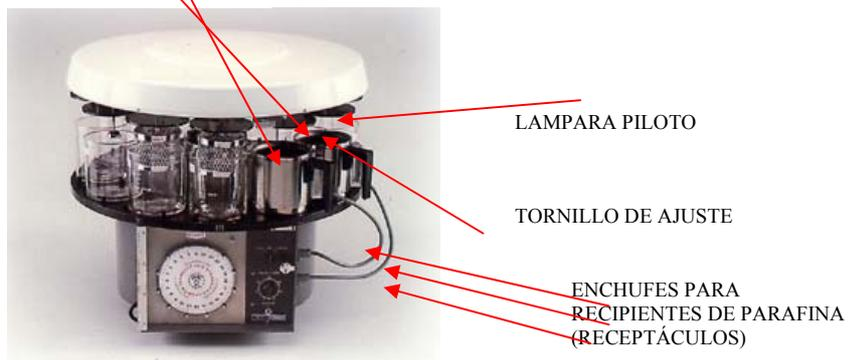

Figura 3-2
Los recipientes de parafina se encienden automáticamente cuando son enchufados a los receptáculos del procesador (figura 3-2).
PASO 4. La temperatura de los recipientes de parafina viene programada de fábrica a 62°C. El rango normal para uso con procesadores de tejidos es 56 a 62°C. Cuando sea necesario cambiar la temperatura de la parafina de acuerdo a las condiciones de operación se puede realizar un ajuste moviendo los tornillos que están debajo de la lámpara piloto (figura 3-2).